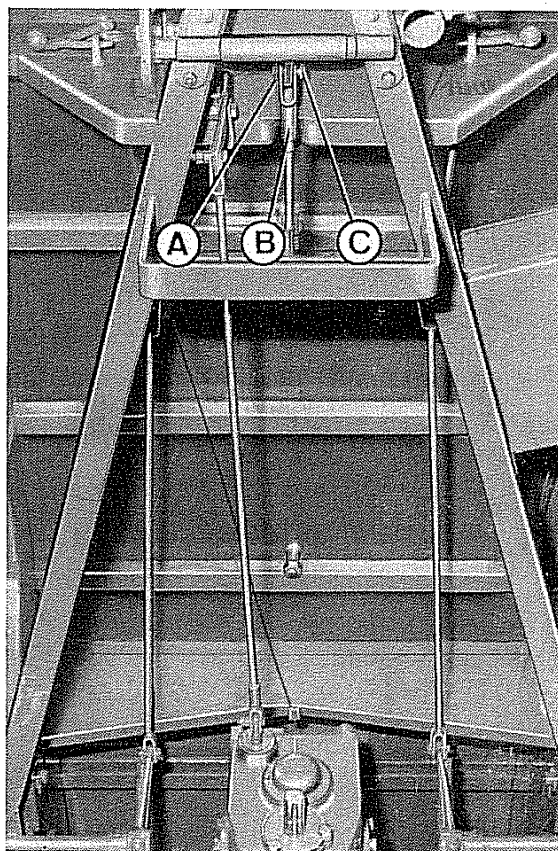

Fig. 8 - Registrazione freni
- 1) Togliere la copiglia A e sfilare il perno C (Fig. 8).
- 2) Girando la forcella B (Fig. 8) nei due sensi si aumenta o si diminuisce la corsa del pedale di frenatura.